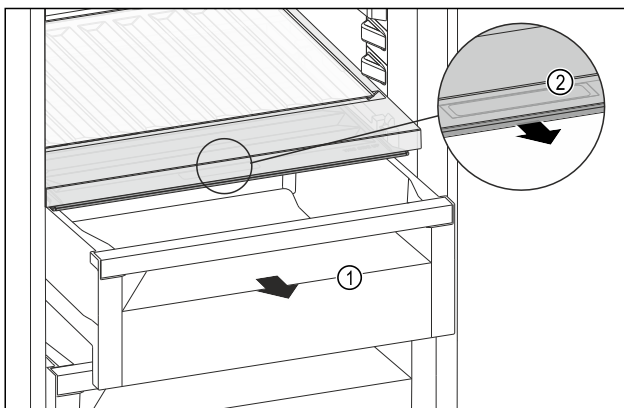

Fig. 117
- ▶ Húzza ki a fiókot Fig. 117 (1).
- ▶ Fogja meg a süllyesztett fogantyút Fig. 117 (2) a rekeszfedélen, és ezzel egy időben húzza előrefelé a rekeszfedelet.